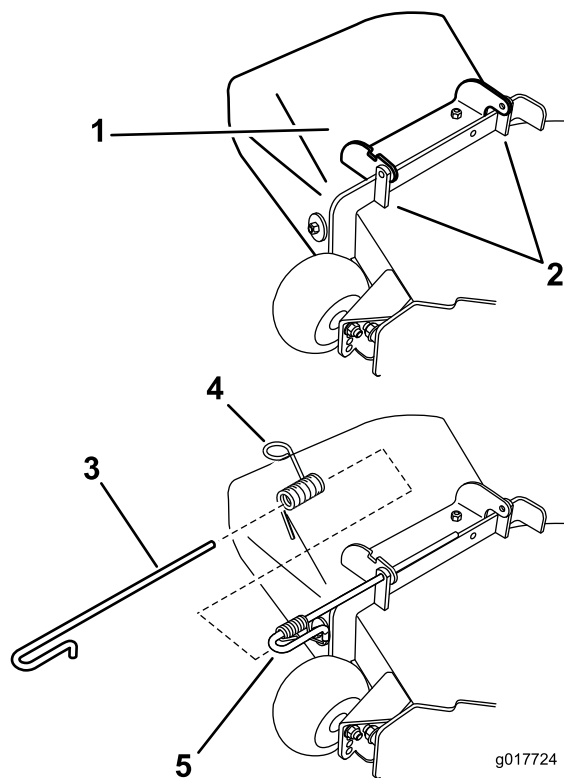

Figura 76
1. Desenganche el muelle de la muesca del soporte del deflector, y retire la varilla de los soportes soldados de carcasa, el muelle y el deflector de descarga (Figura 76). Retire el deflector de descarga dañado o desgastado.
2. Coloque el nuevo deflector de descarga con los extremos de los soportes entre los soportes soldados de la carcasa, según se muestra en la Figura 76.